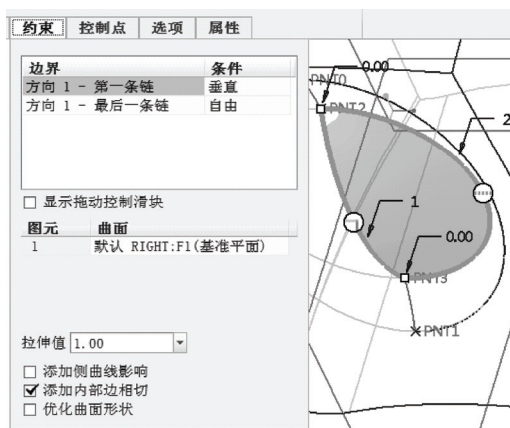

图 12-107 设置边界约束条件
3) 打开“边界混合”选项卡的“约束”面板, 将“方向 1-第一条链”的边界条件设置为“垂直”, 其曲面参考为 RIGHT 基准平面, 如图 12-107 所示。